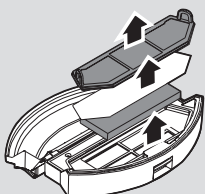

Fig. 16
4. Retire todos los componentes del filtro y límpielos por separado. El montaje se realiza en orden inverso. [Fig. 16]